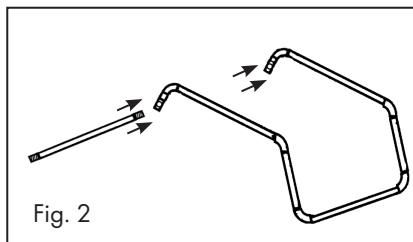

Fig. 2
- Spingere l'asse della ruota (2) attraverso i fori corrispondenti nel telaio tubolare inferiore (1), vedi Fig. 2